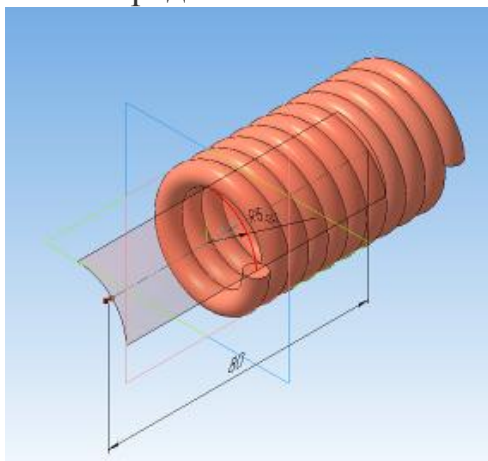

Рис. 10.4. Операция поверхность выдавливания
5. Теперь на панели Поверхности  запускаем команду Поверхность выдавливания , выдавливаем в средней плоскости на 80 мм (рис. 10.4)